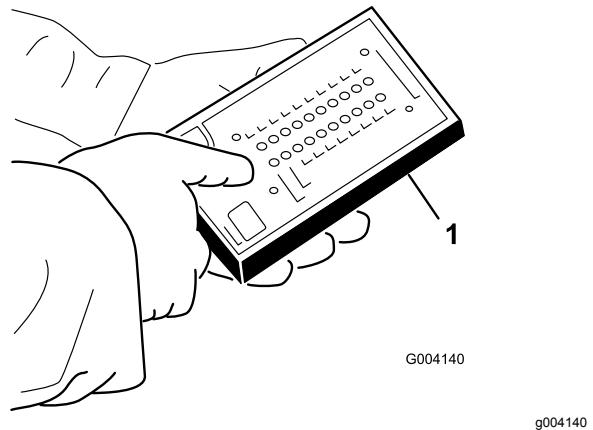

Figure 31
- Branchez le connecteur de l'outil de diagnostic ACE au connecteur du faisceau de câblage (Figure 31). Vérifiez que le masque correct est apposé sur l'outil de diagnostic ACE.